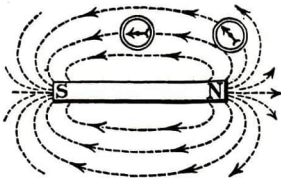
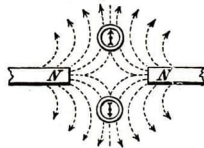
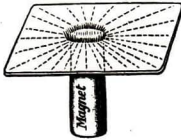

Abb. 283
Abb. 284
Abb. 286. Einpoliges Feld
**1. Der Wirkungsbereich eines Magneten heißt sein magnetisches Feld.** Vom Vorhandensein dieses Feldes überzeugt man sich a) mit einer kleinen **Bussole** (Abb. 283).
2. Der Schüler stelle einige **Kraftlinienbilder fest!** a) Für ein einpoliges Feld (Abb. 286) laufen die Kraftlinien radial vom Pol aus. b) Bei einem Magnetstab (Abb. 283) laufen die Kraftlinien büschelförmig von einem Pol zum entgegengesetzten. c) Stehen zwei gleichnamige Pole einander gegenüber (Abb. 284), so suchen sich die Kraftlinienbüschel auszuweichen.
förmig von einem Pol zum entgegengesetzten. c) Stehen zwei gleichnamige Pole einander gegenüber (Abb. 284), so suchen sich die Kraftlinienbüschel auszuweichen.